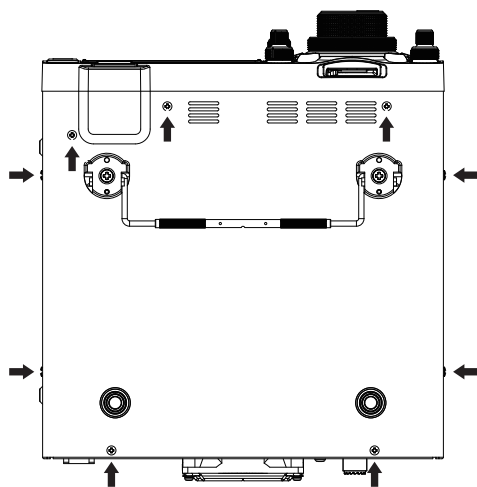

Figura 1
2. En relación a la Figura 1, extraer los 9 tornillos que fijan la caja inferior, y luego extraer la misma.